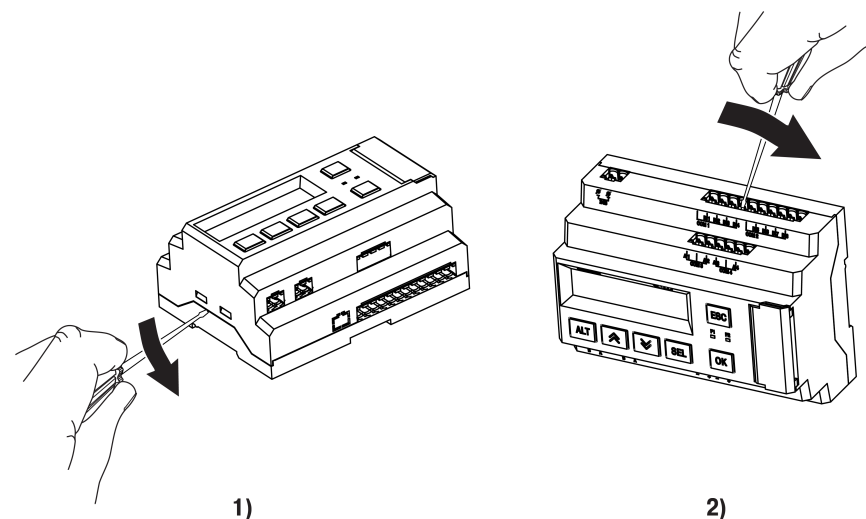

Рисунок 7.4 – Снятие верхней крышки
2. Снять верхнюю крышку. Отверткой вывести из зацепления защелки основания из отверстий в торцевых поверхностях крышки (см. рисунок 7.4, 1). Приподнять крышку над основанием.
3. Отверткой отогнуть крышку от разъемов на среднем уровне с двух сторон (см. рисунок 7.4, 2). Усилие следует прикладывать у нижних разъемов.